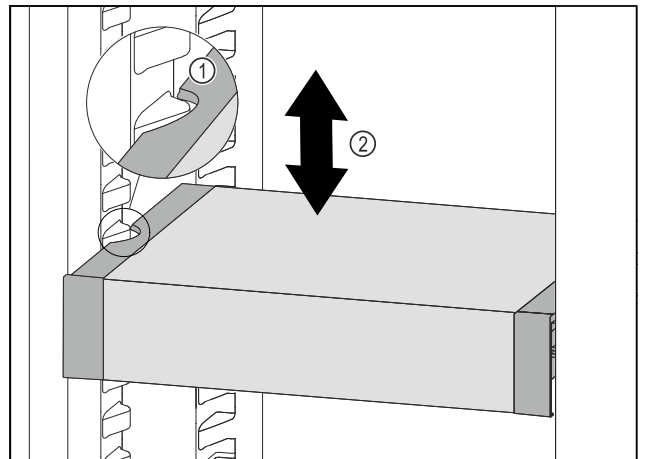

Fig. 127
- ▶ 向前移动 VarioSafe，直到 VarioSafe 两侧的凹槽与冷藏区中的容器肋梁持平。 Fig. 127 (1)
- ▶ 在冷藏区中向上或向下移动 VarioSafe，直至所需高度。 Fig. 127 (2)